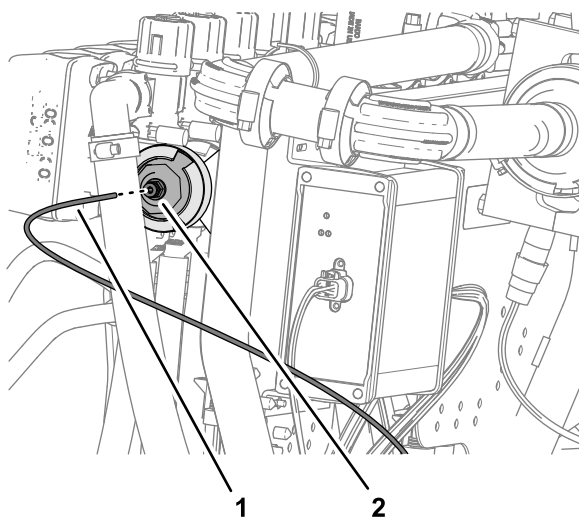

Рисунок 135
1. Подсоедините конец трубки датчика давления (пластиковой) для манометра на приборной панели к запорному кольцу соединительной муфты трубки (Рисунок 135).